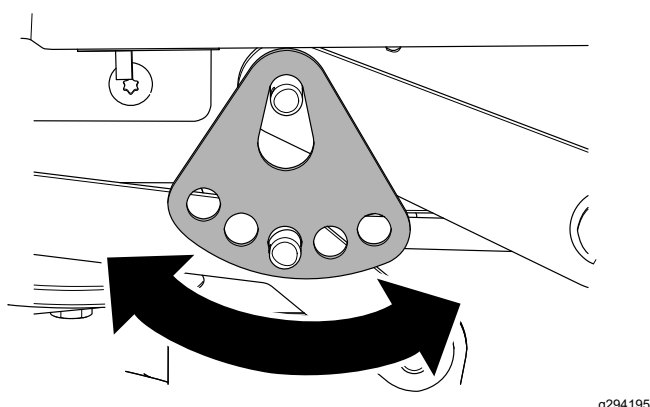

Figuur 73
6. Verwijder de R-pen en de ring van de onderste pen van de hefarm (Figuur 73).